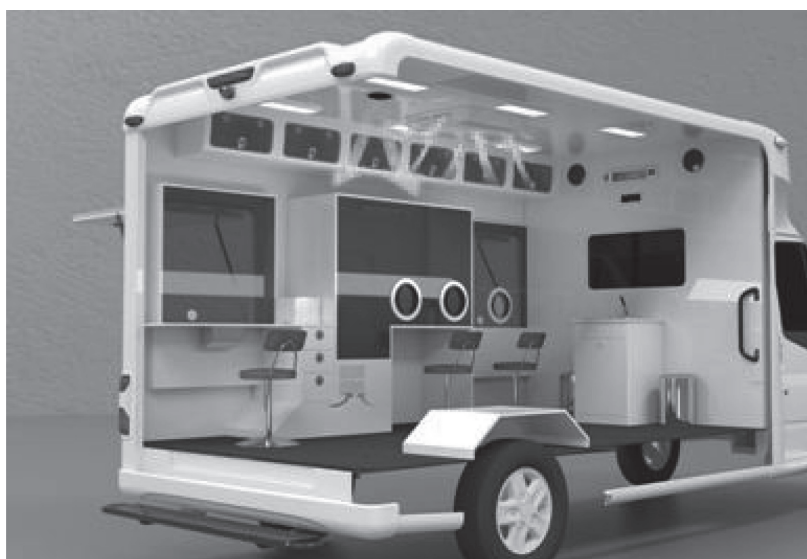

图 3 送风系统示意图
(1) 通过新风系统在检测舱内配置微正压环境,车内压力比车外高 30Pa 左右,并可以通过触摸屏调节,这样可有效阻止车外空气未经过滤直接进入检测舱,防止潜在病毒侵入采集工作舱室。
(2) 搭载顶置式车载空调,通过空调的内循环系统来调节舱室内温度,无论严寒与酷暑,都可为医务人员提供舒适的工作环境。移动核酸检测采样车的空调功率为 37kW,制冷效率很高,可以快速让车内降温。为其供电的是宁德时代电池组,在空调温度设为 26℃ 的情况下,可供空调连续使用 12h 左右。
(3) 本车辆能够通过超级测温拦截系统、超级紫外线抗菌系统、超级空气滤净系统,实现对车内医护人员交叉感染风险的全面抑制。通过全新风高效过滤送风系统,过滤效率达到 99.97%,保证进入舱室内的空气已完全过滤,保障了车内新鲜空气的进入,同时在检测舱内加装等离子空气消毒系统,将车内的空气质量调整到最佳状态,如图 3 所示。